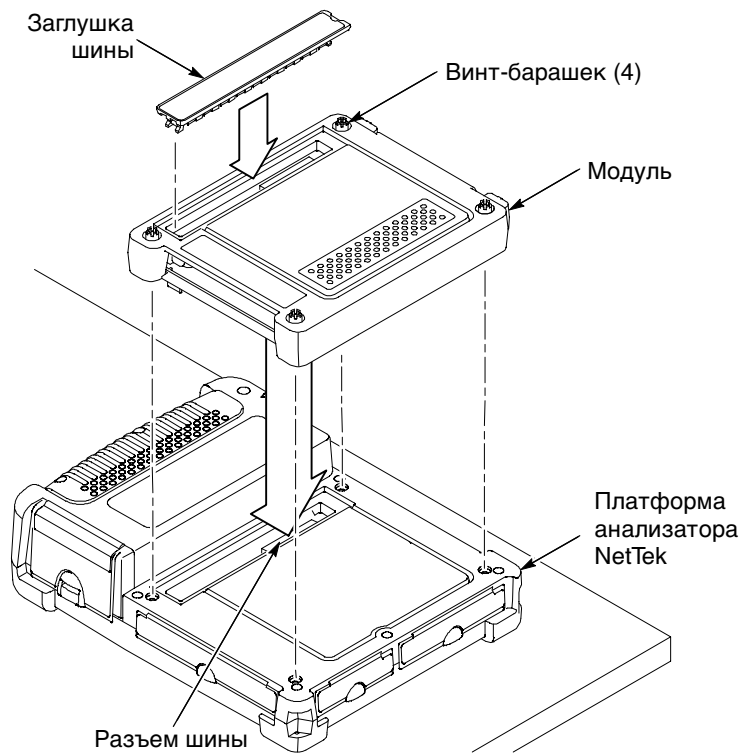

Рис. 1-5: Подключение модуля
5. Аккуратно вставьте модуль в Платформа анализатора NetTek, чтобы соединить контакты шины. См. рисунок 1-5.
7. Определите, где находятся винты-барашки. См. рисунок 1-5.